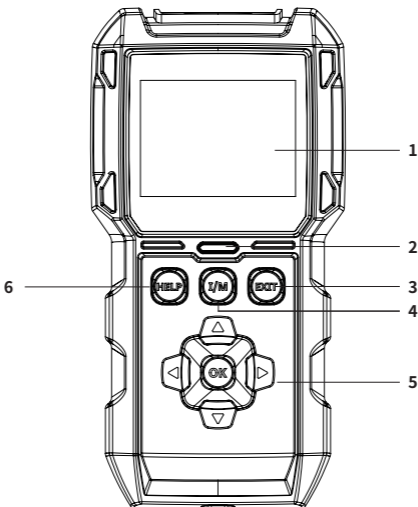

Abbildung 2.1.1
1. Display: Der farbige 2.8 Zoll Bildschirm zeigt Menüs, Untermenüs, Testergebnisse, bestimmte Funktionen und Statusinformationen des Monitors an. Weitere Details finden Sie im folgenden Abschnitt Symbole für Hauptmenü und Startbildschirm. (Siehe Abbildung 2.1.1)